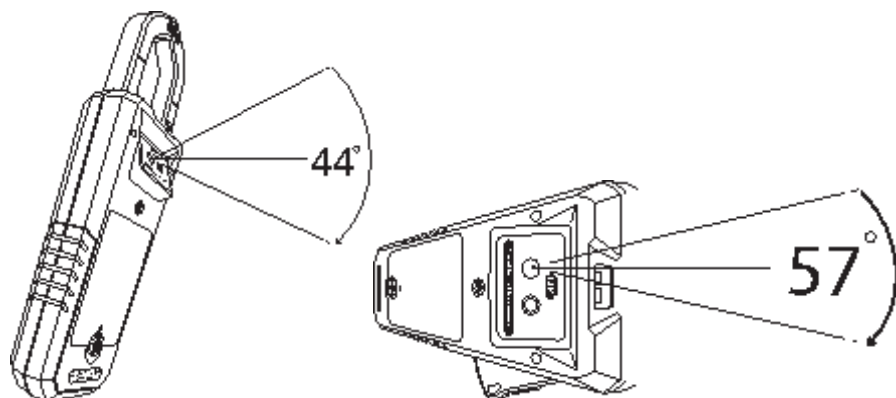

FIG. 8-3 (a) Campo de visión – vertical **Fig. 8-3 (b)** Campo de visión - horizontal
7. El campo de visión (CdV) de la cámara termográfica es de 44 grados (vertical) y 57 grados (horizontal), vea la **Fig. 8-3 (a) y (b)**.